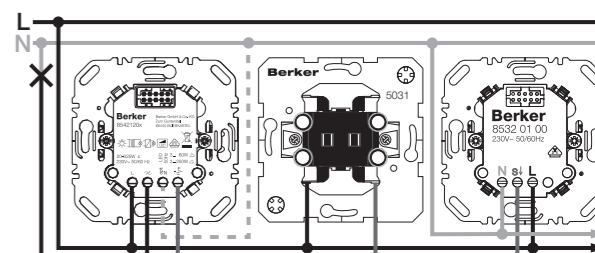

Bild 4: Tastdimmer Komfort 1fach mit optionalen Nebenstellen
- Optional bei Tastdimmern 1fach Komfort und 2fach: Geeignete Nebenstellen anschließen (Bild 4 und 6).